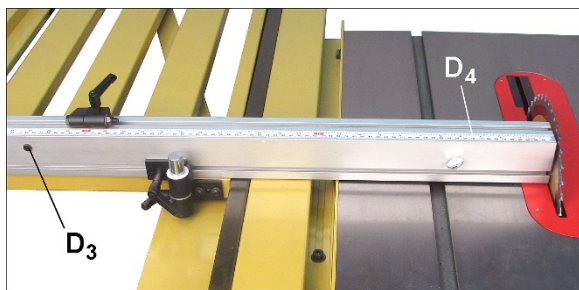

Рисунок 8-11
1. Ослабьте винт (D_3 , рисунок 8-11) и сдвиньте шкалу упора (D_4) до совпадения с правым концом упора. Затяните винт (D_3).
Если упор установлен заднем положении ослабьте винт (D₃, рисунок 8-11), выньте шкалу, поверните ее на 180 ° и вставьте обратно в упор. Отсчет шкалы теперь начинается правильно со стороны пильного диска.